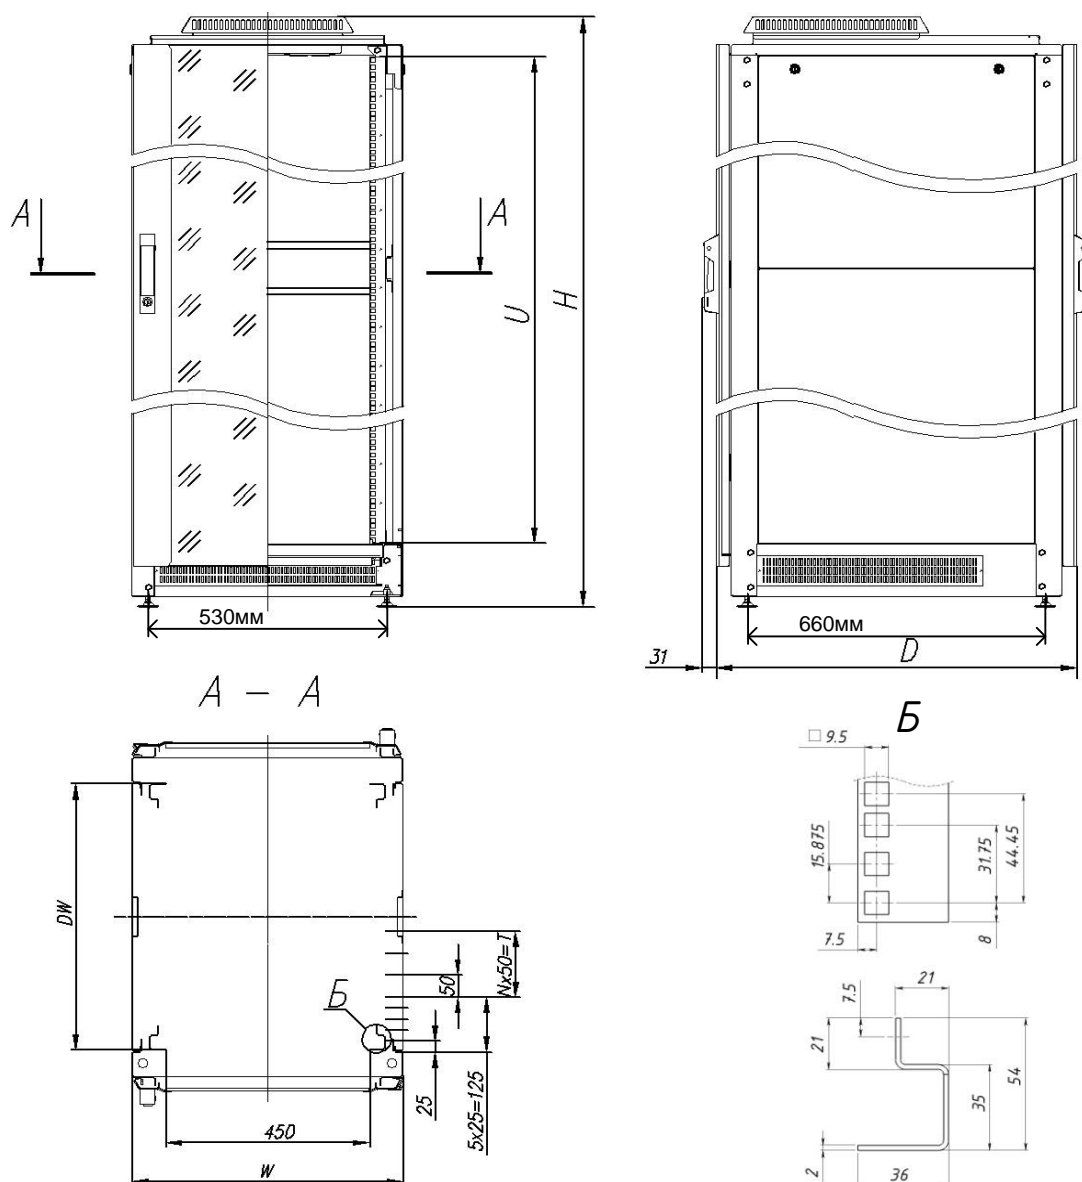

Рисунок 1. Габаритный чертеж шкафа
4.6 Четыре перфорированных профиля служат для установки 19” устройств. Глубина постановки профиля может изменяться в зависимости от устанавливаемого оборудования с шагом 25/50 мм (см **рис.1**).